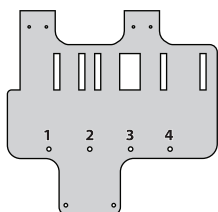

Figura 6
1. Con la Figura 6 y el cuadro a continuación, localice la ubicación del orificio de montaje correcto en el soporte de montaje para su tractor: